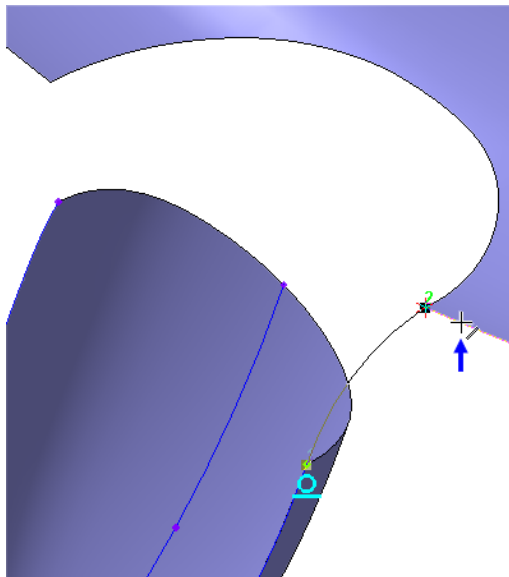

Рисунок 62
- Укажите ребро, пересекающее сплайн в вершине 2 (рис.62).